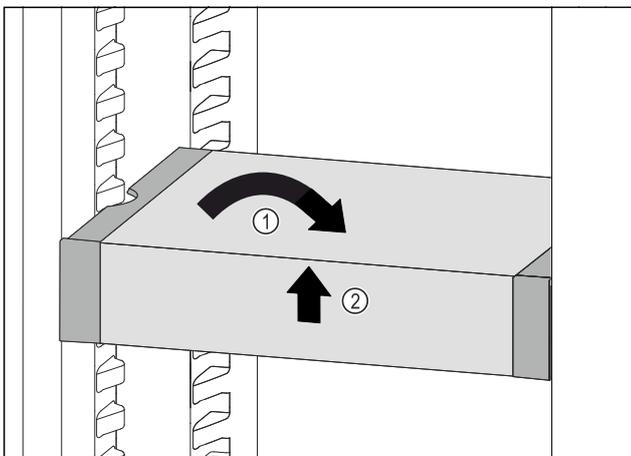

Fig. 136
- ▶ VarioSafe gerade stellen. Fig. 136 (1)
- ▶ VarioSafe vorne anheben. Fig. 136 (2)